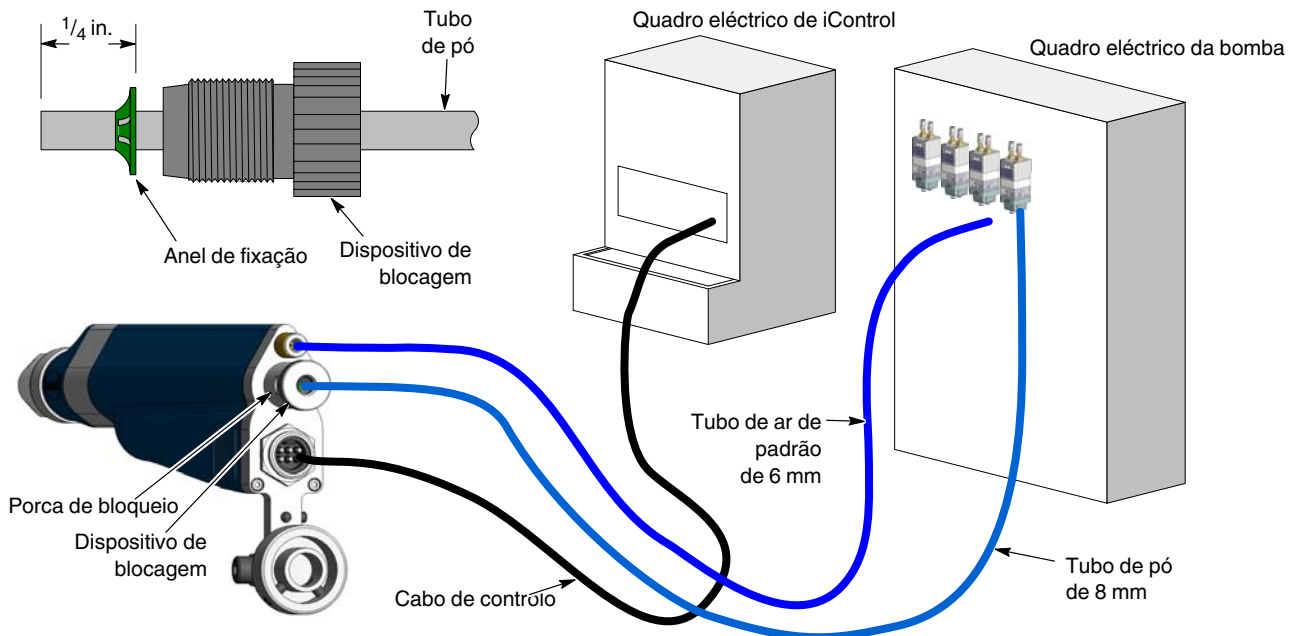

Figura 8 Ligações de tubos e cabos
1. Consulte a figura 8. Ligue o cabo de controlo à pistola e à tomada apropriada no quadro eléctrico de iControl. Aperte bem as porcas do cabo.